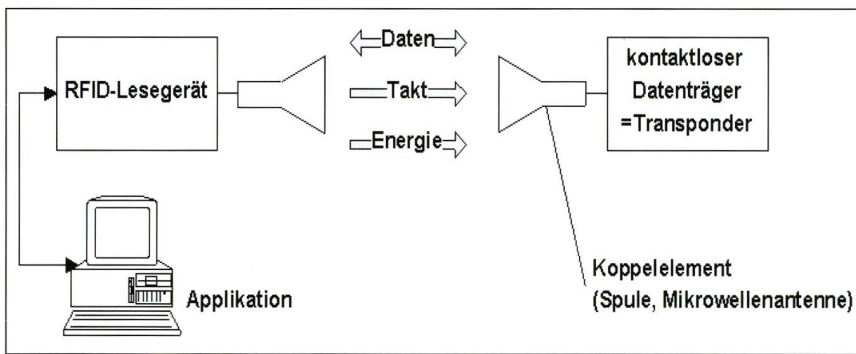

Bild 1. Bestandteile eines RFID-Systemes
- 3. der Applikationssoftware, z.B. Datenbanken, für ein elektronisches Produktlebenszyklusmanagementsystem (Bild 1).